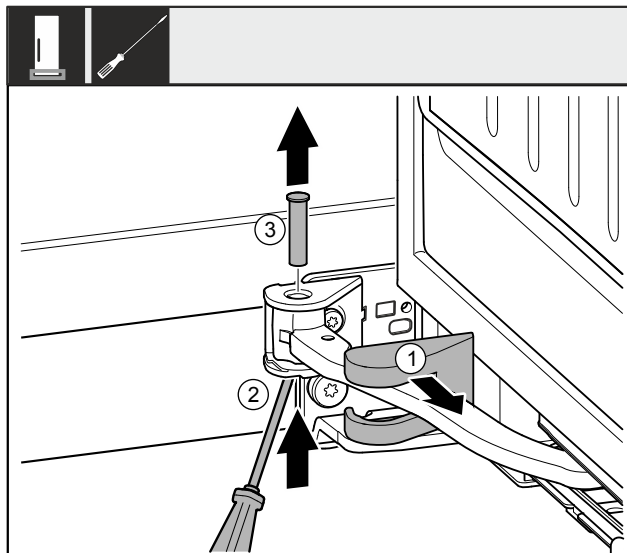

Fig. 9
- ▶ Skinite pokrov podloška ležaja Fig. 9 (1) i pomaknite ga uzduž zgloba.
- ▶ Odvijačem podignite svornjak Fig. 9 (2) odozgo.
- ▶ Izvucite svornjak Fig. 9 (3) odozgo.